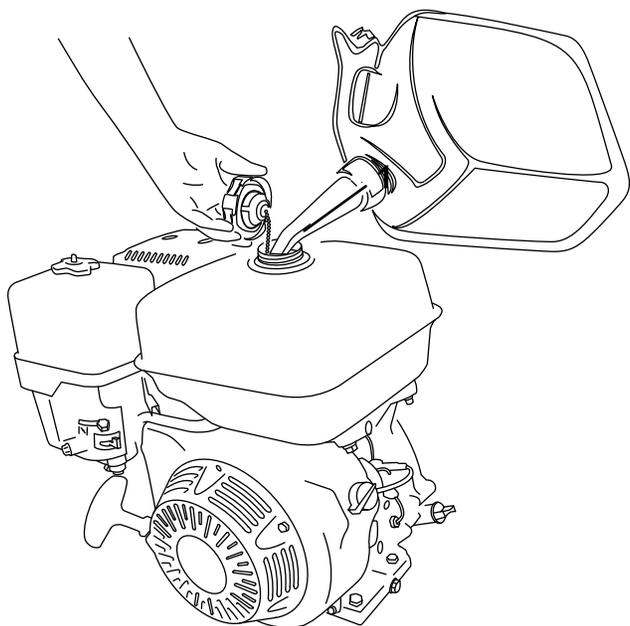

Figure 7
2. Nettoyez la surface autour du bouchon du réservoir de carburant et enlevez le bouchon (Figure 7).
4. Revissez fermement le bouchon du réservoir de carburant (Figure 7).
2. Tournez le robinet d'arrivée de carburant en position OUVERTE (Figure 7).
3. Amenez la commande de starter en position FERMÉE (Figure 7).
4. Placez la commande d'accélérateur en position HAUT RÉGIME (Figure 7).
5. Tirez légèrement la poignée du lanceur jusqu'à ce que vous sentiez une résistance, puis tirez vigoureusement (Figure 7). Relâchez lentement la poignée du lanceur.